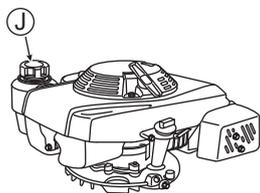

Abb. 8
- Öffnen Sie den Kraftstofftankdeckel (J) und füllen Sie Benzin ein. Wischen Sie etwaig verschüttetes Benzin umgehend mit einem Lappen auf. (Siehe Abb. 8)
- Schließen Sie den Kraftstofftankdeckel (J) nach dem Betanken ordentlich.